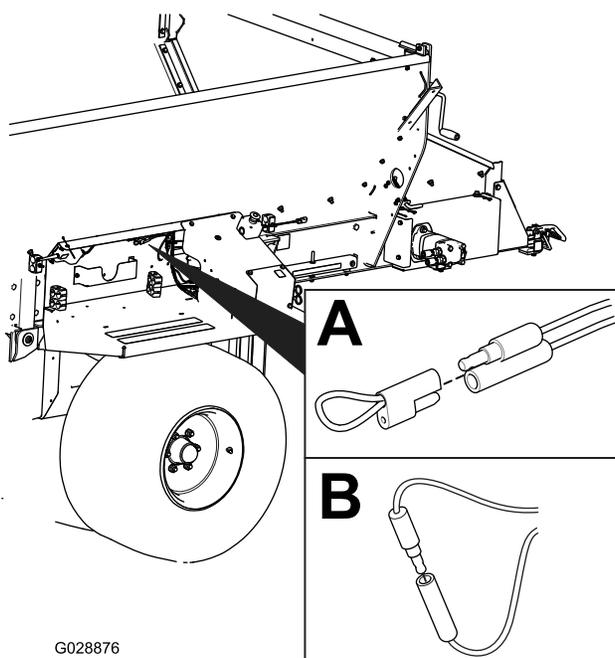

図 58
2. 故障診断コネクタについているキャップを外す (図 58, A)。
3. 故障診断コネクタ同士を接続する (図 58, B)。